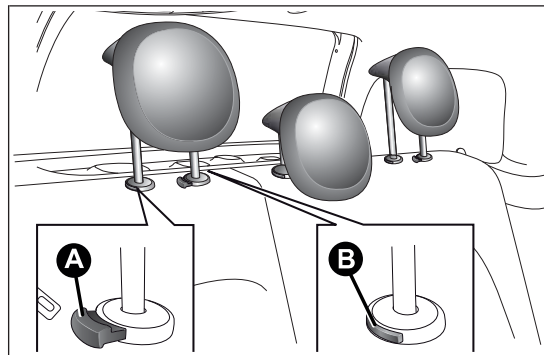

fig. 18
Regulación hacia abajo: pulsar el botón A fig. 18 y bajar el reposacabezas.
- ☐ pulsar las teclas A y B fig. 18 al lado de las dos sujeciones; a continuación, retirar los reposacabezas extrayéndolos hacia arriba.